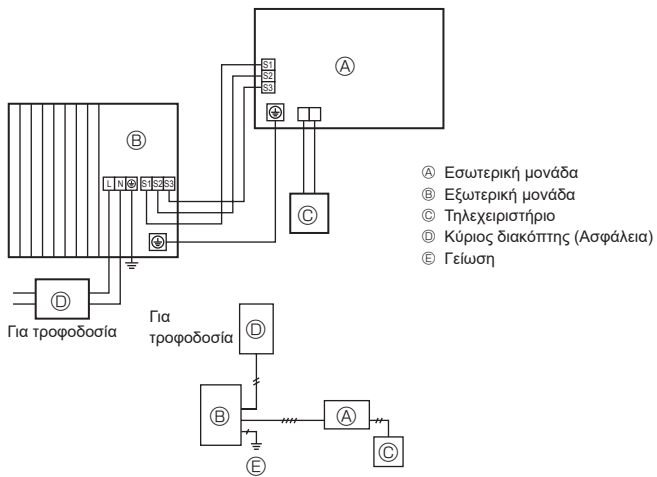
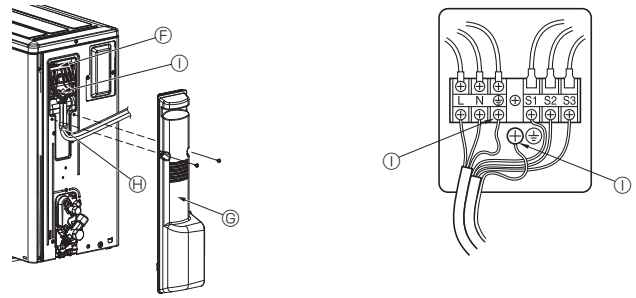

Fig. 6-1
Fig. 6-2
### 6.1. Εξωτερική μονάδα (Fig. 6-1, Fig. 6-2)
- 2 Συνδέστε τα καλώδια που αναφέρονται στην Fig. 6-1 και στην Fig. 6-2.